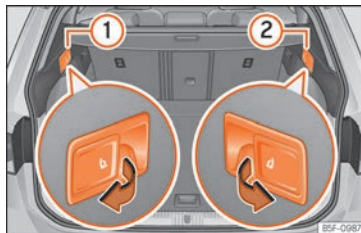

Fig. 135 En el maletero: palancas para desbloqueo a distancia de las partes izquierda ① y derecha ② del respaldo trasero.
- Tire de la palanca de desbloqueo a distancia de la parte izquierda »» fig. 135 ① o derecha ② del respaldo en el sentido de la flecha. La parte desbloqueada del respaldo trasero se abate automáticamente hacia delante.